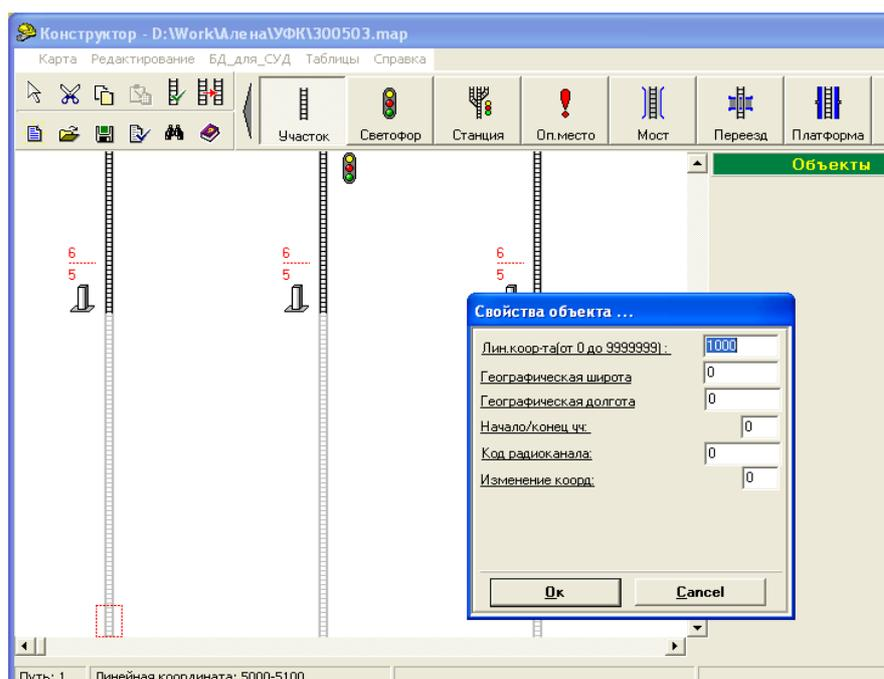

Рисунок 2.22
- после подтверждения происходит деление ЭК по всем путям и появляется окно свойств объекта (рисунок 2.22);